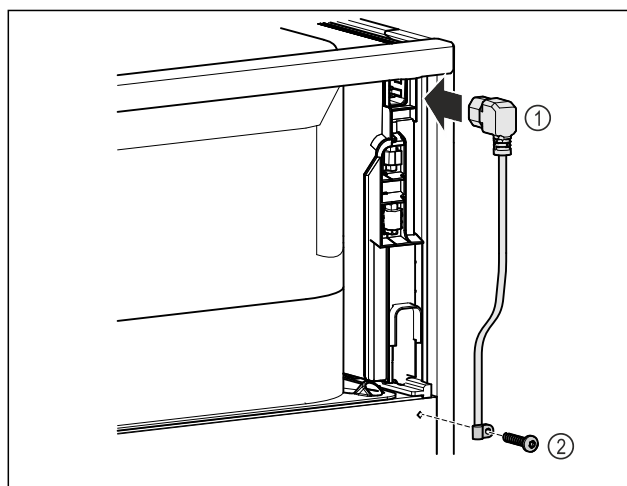

Fig. 40
- ▶ Вставьте разъем сетевого кабеля, предназначенный для устройств, не выделяющих тепла, Fig. 40 (1) с задней стороны устройства.
- ▶ Установите приспособление для разгрузки натяжения кабеля. Fig. 40 (2)